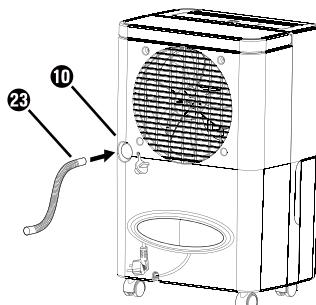

Fig. 4
- ◆ Togliere il tappo ⑨ dall'apertura di uscita dell'acqua ⑩.
- ◆ Applicare il tubo flessibile ⑬ fornito o l'adattatore UE per tubi da giardino ⑭ all'apertura di uscita dell'acqua ⑩ (vedere figure 4 e 5).